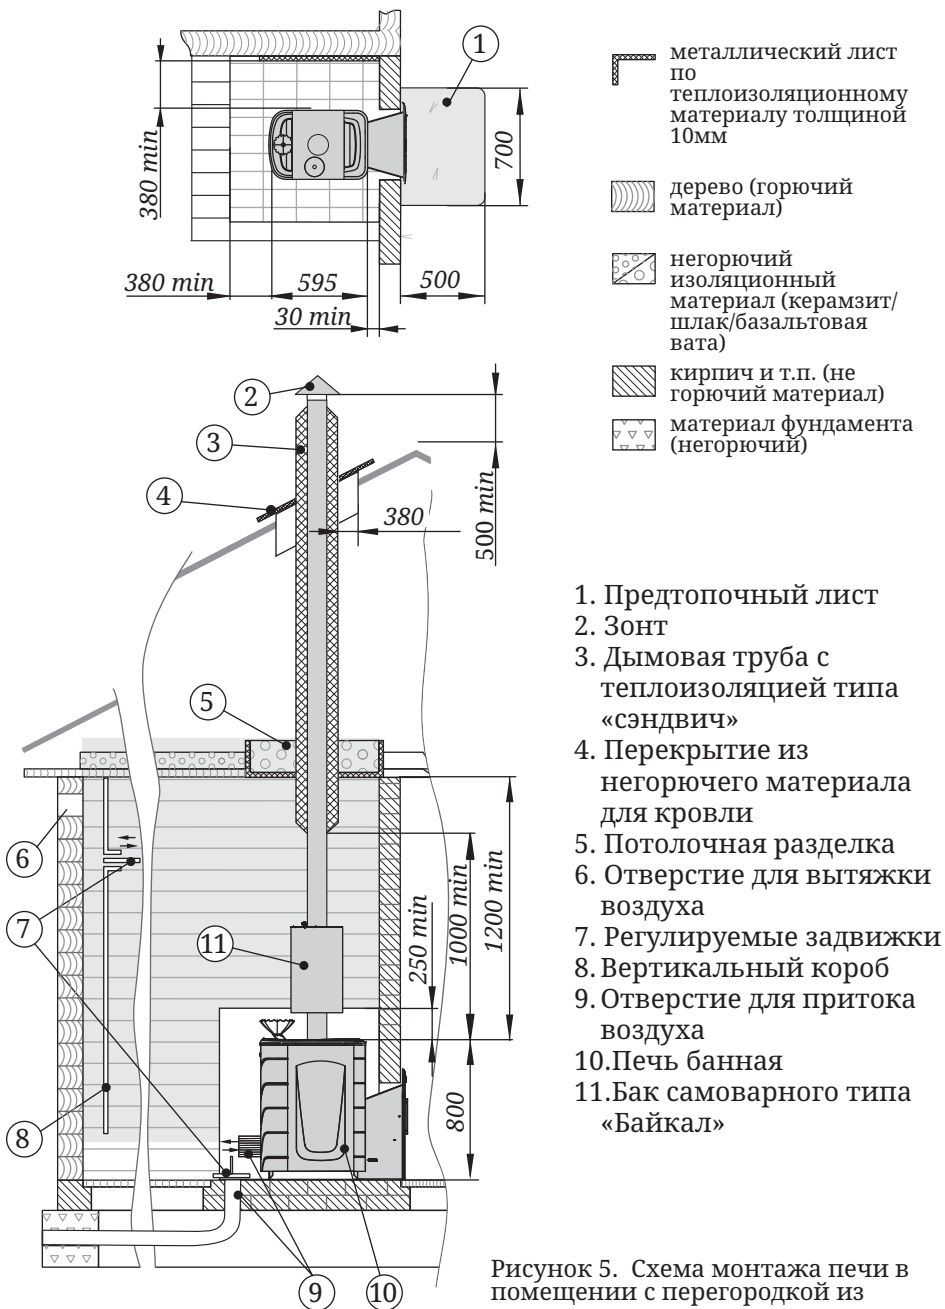

Рисунок 5. Схема монтажа печи в помещении с перегородкой из негорючего материала
- пол из горючих и трудногорючих материалов перед дверцей топки — металлическим листом размером 700×500 мм (рисунок 5).
Для обеспечения надежного воздухообмена в парилке рекомендуется организовать приточно-вытяжную вентиляцию (см. рисунок 5).